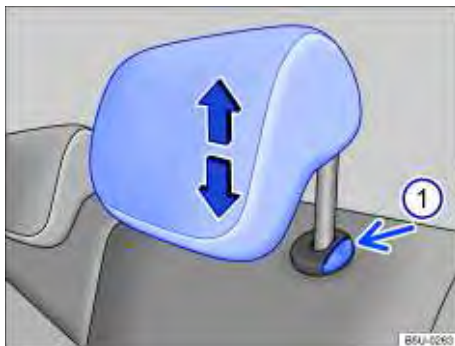

Fig. 45 Desinstalar o apoio para cabeça traseiro.
- Pressionar a tecla ⇒ Fig. 45  no sentido da seta. Retirar o apoio para cabeça com a tecla pressionada.
- Empurrar o apoio para cabeça para baixo com a tecla ⇒ Fig. 45  pressionada.